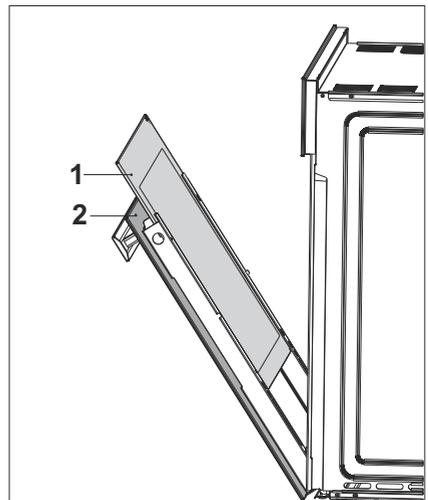

Fig. 31
- Retire el vidrio interno del aparato para limpiarlo (Fig. 31).